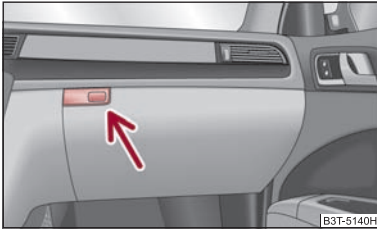

Fig. 103 Tabloul de bord: Torpedoul de pe partea pasagerului din dreapta
- Apăsați tasta ⇒ fig. 103, capacul se rabatează în jos.